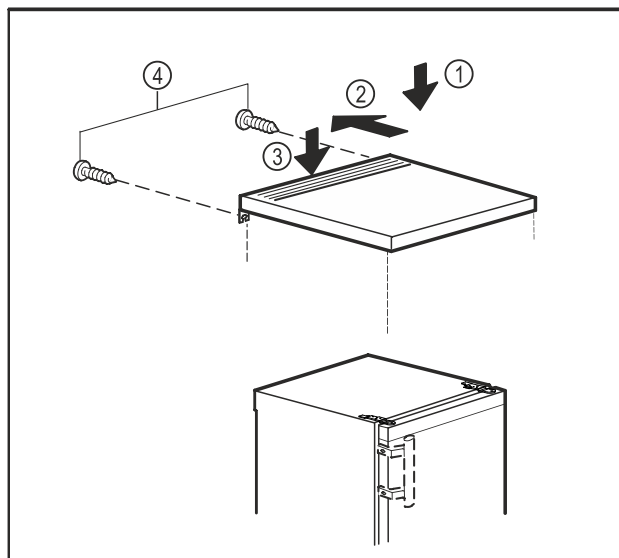

Fig. 10
- ▶ Položite mizno ploščo na napravo. Fig. 10 (1)
- ▶ Mizno ploščo potisnite nazaj. Fig. 10 (2)
- ▶ Mizno ploščo potisnite zadaj navzdol. Fig. 10 (3)
- ▶ Trdno privijte vijake na zadnji strani. Fig. 10 (4)